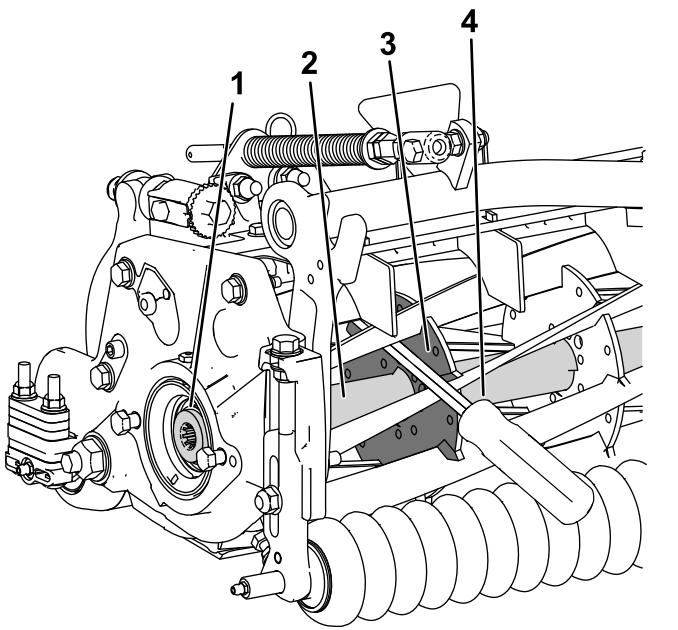

Figure 29
1. Insérez un levier à long manche ($\frac{3}{8}$ " x 12" avec manche de tournevis) à l'avant du cylindre de coupe, du côté le plus proche de l'unité de coupe que vous allez serrer (Figure 29).
2. Placez le levier contre le côté soudé du renfort interne du cylindre (Figure 29).